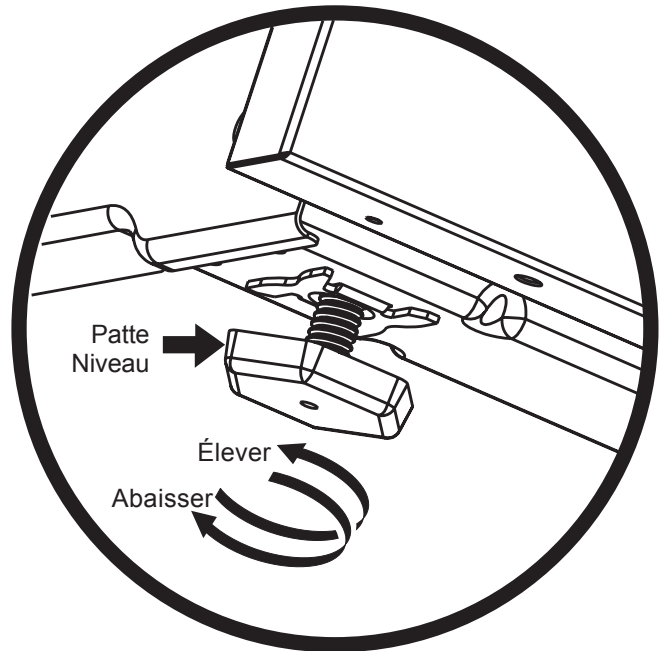

Figure 7 : Réglage de la hauteur de l'appareil électroménager
3. Mettre la cuisinière à niveau en ajustant les 4 pattes réglables avec une clé (Figure 7).